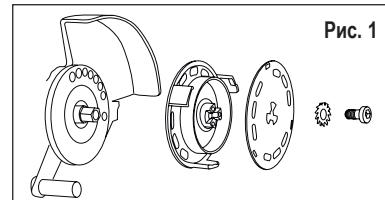
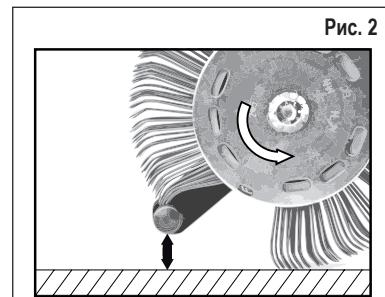

Рис. 1
Рис. 2
- Отключите подачу сжатого воздуха, затем должным образом закрепите ленту MBX® Die Blaster® 11 мм в инструменте при помощи соответствующей системы фиксации AS012 (проверьте направление вращения) и предусмотренных для этой цели стопорной шайбы и винта. См. Рис. 1 и Рис. 2
- Вы используете ленту MBX® в неправильном направлении? – Выровняйте щеточную ленту так, чтобы она вращалась в предписанном направлении (см. главу 6 Ввод в эксплуатацию, рис. 2).